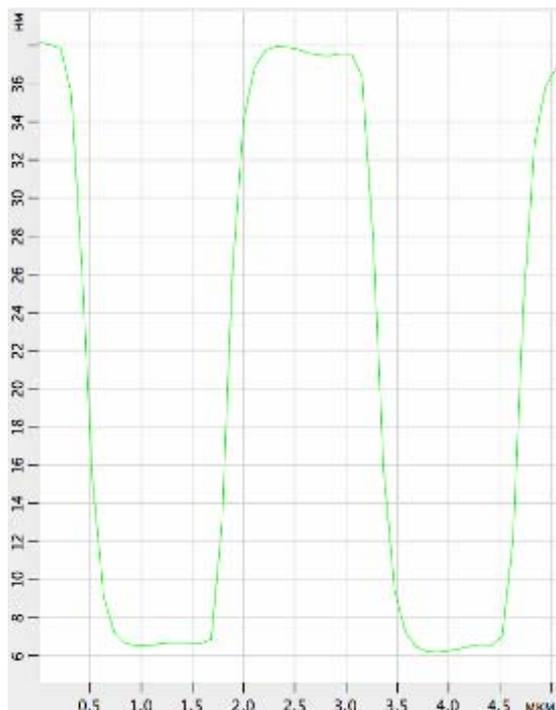

Рис. 5-35. Сечение с усреднением 20
- Сечение с усреднением** – Перед применением метода следует выделить фрагмент изображения кнопкой  панели инструментов. Сечение изображения осуществляется слева направо и усредняется по выбранному количеству линий, равномерно расположенных внутри выделенного фрагмента. График сечения помещается в области фреймов и анализа (Рис. 5-35)